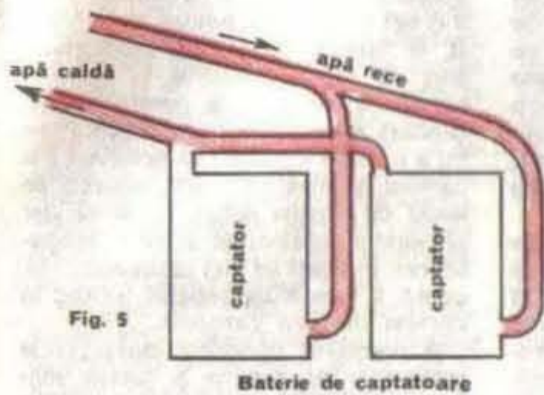

Fig. 5
Apa sau alt fluid care se găsește în cutia metalică (fig. 3 și 4) se încălzește, ajungând până la temperatura de 100 °C. Mai multe captatoare plane pot forma o baterie (fig. 5).
3. Demodulator tip PLL (phase locked loop, fig. 5).
Desfacem în continuare brațul pedaliilor prin slăbirea piuliței C. Se spală și se șterge cu o cârpă moale. Prin slăbirea piuliței de blocare A eliberăm cuveta B. Se curăță de impurități, se gresează cu vaselină tehnică, iar montarea se face în ordine inversă (fig. 5). Odată demontat, reglăm cuveta astfel încât axul să se rotească ușor și fără joc. De axul pedaliilor trebuie fixată foarte strîns și fără joc roata dințată pedaliilor. Dacă ea prezintă defecte, trebuie schimbată. Cele enumerate mai sus sînt valabile atît pentru partea dreaptă, cît și pentru cea stîngă.